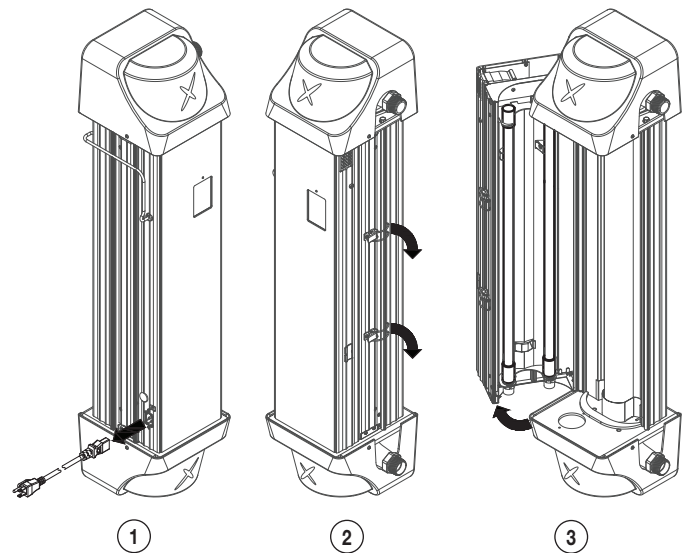

Figure 7-2
2. Voir la Figure 7-2. Ouvrez la chambre UV en défaisant le loquet central. Notez où le fil du loquet s'engage dans l'extrusion – il doit être reverrouillé de la même manière.
3. Examinez le manchon en quartz à l'intérieur et à l'extérieur – voir Figure 7.2. S'il est propre, aucun démontage n'est requis et l'unité peut être refermée. Redémarrez l'unité en la branchant.